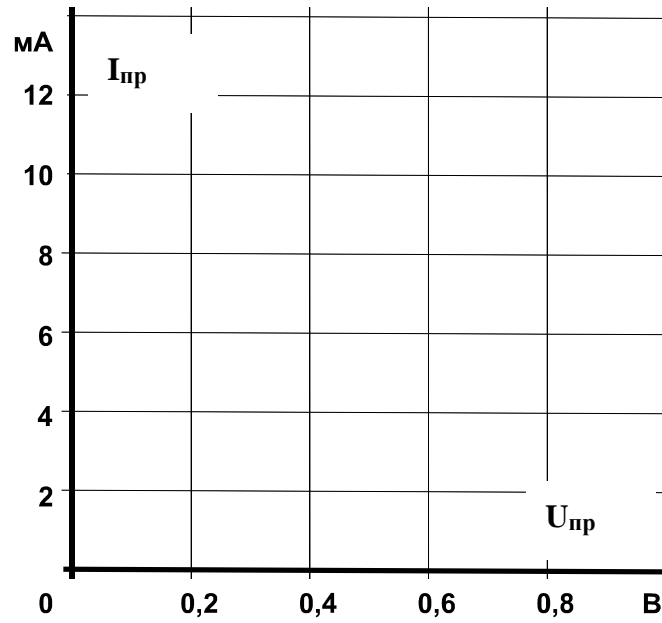

Рис. 4.1.3
- На рис. 4.1.3 постройте графики  $I_{пр}(U_{пр})$  для каждого случая и убедитесь, что вольтамперные характеристики всех **p-n** переходов практически совпадают.